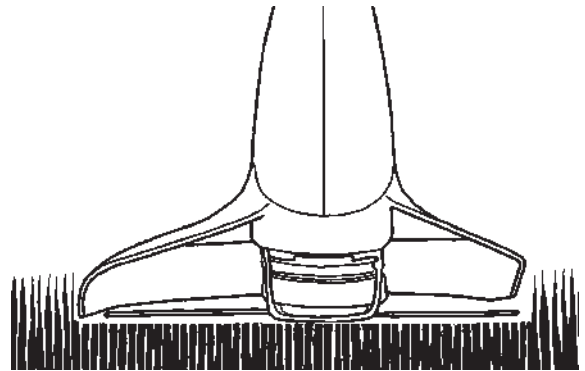

Fig. 11
3. **CORTADOR DE PASTO** (Fig. 11). Columpie la unidad de lado a lado. No incline el cabezal en este movimiento. Haga una prueba para definir la altura de corte. Mantenga el cabezal a una misma altura para un corte parejo.